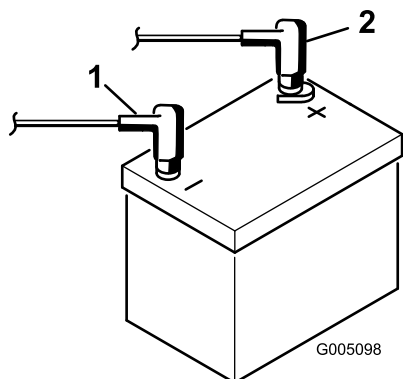

図 7
9. 赤いプラスケーブルをバッテリーのプラス端子に、黒いマイナスケーブルはバッテリーのマイナス端子にはめ、ボルトとナットで固定する 図 7。ショート防止のために端子にゴムキャップをかぶせる。